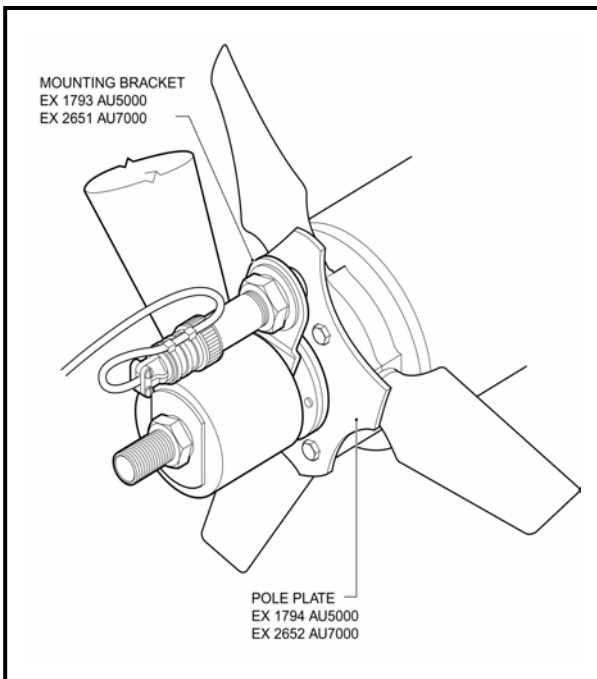

Fig. 7 – AU5000/7000 c/ suporte fundido
Remova o atomizador de seu suporte. Fixe o suporte do transdutor (EX1793 para AU5000 ou EX2651 para o AU7000) através do eixo do atomizador, como mostrado na Fig. 7. Assegure-se de que o eixo passe através do menor dos dois orifícios do suporte do transdutor e que o suporte seja posicionado de forma que a curva fique para frente, proporcionando o maior espaço entre o flange do transdutor e o cubo do atomizador.
3. Recoloque o atomizador em seu suporte se tiver sido removido para efeito dos passos (1) e (2), acima. Não dê aperto definitivo, ainda.
4. Instale um transdutor em seu suporte de montagem. Assegure-se de que as duas buchas plásticas (EX356) estão posicionadas uma em cada lado do suporte. Para a instalação do AU3000 e AU4000 com o suporte EX198, o lado menor de cada bucha deve ser encaixado no orifício do suporte. Para todos os outros suportes, uma bucha deve ser encaixada no suporte e a outra deve ser instalada de forma a atuar como arruela com a extremidade menor para fora do suporte. Veja Figs. 7 e 8.
6. Ajuste as duas porcas do corpo do transdutor até que a distância entre o pino existente na ponta do transdutor e os ressaltos atuadores seja de 0,1" (2,5 mm) como mostrado na Fig. 7. Aperte as porcas para manter o transdutor nesta posição.
7. Assegure-se que a distância ajustada no passo (6) seja a mesma para todos os ressaltos atuadores. Se necessário, dobre levemente os ressaltos, individualmente, para ajustar a distância.
11. Repita os passos (1) – (10) para todos atomizadores.